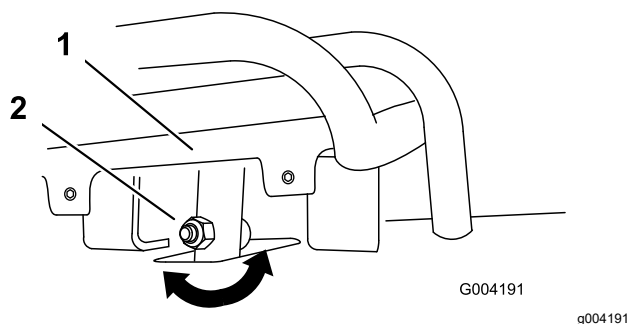
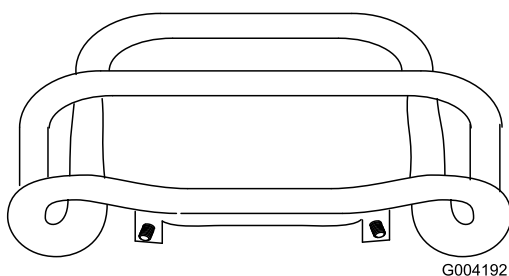

Figure 58
Figure 59
4. Si l'avant de la commande de déplacement n'est pas d'équerre et de niveau avec la barre de référence, desserrez l'écrou et le boulon à embase de la tige de la commande de déplacement (Figure 58).
5. Réglez la commande de déplacement de sorte qu'elle soit de niveau et en appui contre la barre de référence lorsque vous la tirez tout droit en arrière (Figure 58 et Figure 59).